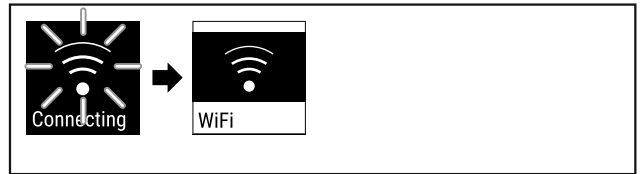

Fig. 86
- ▶ Forbindelsen er etableret (se Fig. 86).